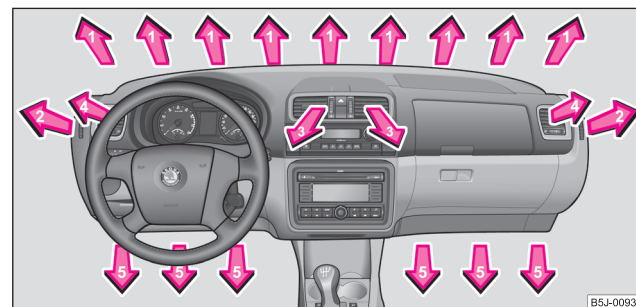

Fig. 96 Diffuseurs d'air
- Ouvrir le diffuseur d'air **4** ⇒ page 85, fig. 96 et le diriger vers la vitre latérale.
- Ouvrir le diffuseur d'air **4** ⇒ page 85, fig. 96 et le diriger vers la vitre latérale